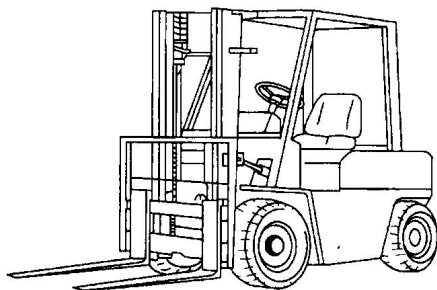
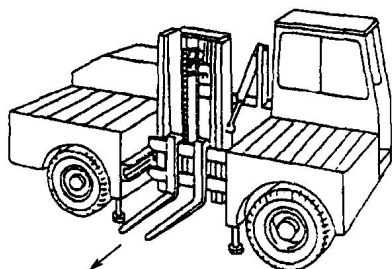
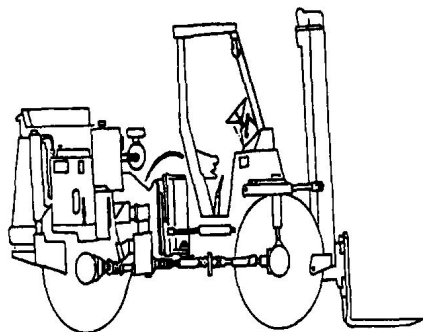

图 1-5 平衡重式叉车
图 1-6 侧面式叉车
图 1-7 越野叉车
(4) 按行走方式分类 按行走方式不同, 叉车可分为电动托盘堆垛车、内燃式叉车、电动叉车、侧面叉车、固定平台搬运车、集装箱正面吊和三向堆垛叉车。
(5) 按结构型式分类 常见的主要有: 平衡重式叉车(图 1-5)、侧面式叉车(图 1-6)、越野叉车(图 1-7)和伸缩臂式叉车(图 1-8)等。